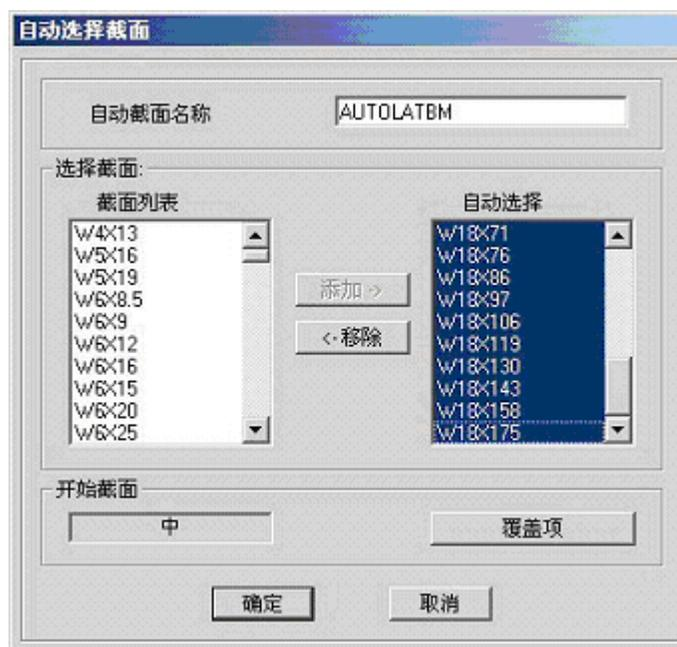

图 8-2: 自动选择截面对话框
2. 在定义框架属性对话框的点击到域中，点击读取“Add I/Wide Flange”的下拉框。向下滚动出现的可添加截面列表中，可找到添加自动选择列表。双击它。将出现图 8-2 中所示的自动选择截面对话框。